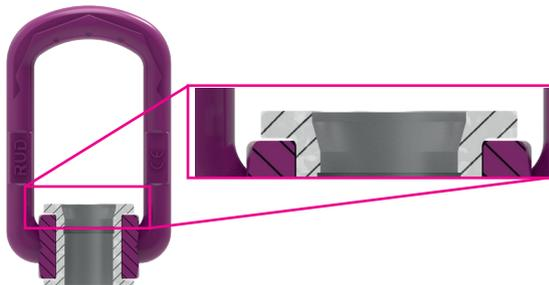

Fig. 8: VLBG-PLUS in sezione.
1. Inserire il bullone nel verso ove la boccola è smussata (vedi Fig. 8).